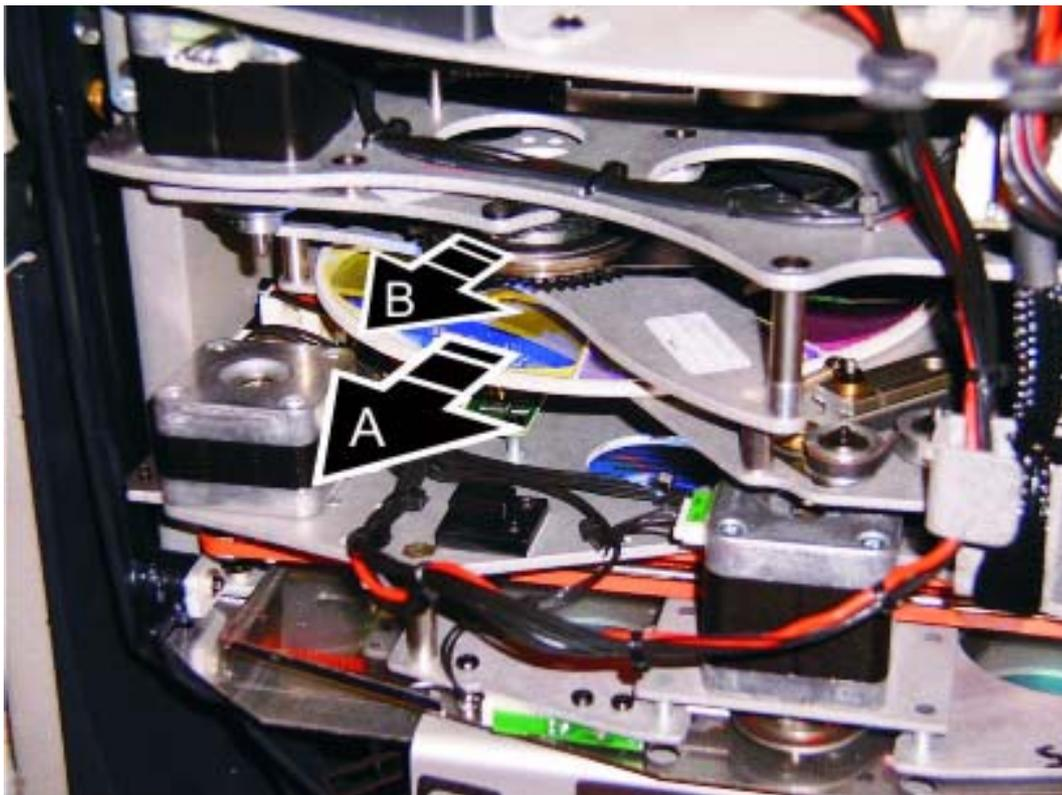

Figura 19: Sustitución de filtros de color y gobos
4. Observar **A** en la Figura 19. Rotar la rueda de color hasta que sea accesible el filtro de color que se desee sustituir. Tirar suavemente del filtro para soltarlo y sujetarlo de los extremos para extraerlo. Si sus dedos son demasiado grandes, proteger el cristal con un trozo de papel doblado varias veces y utilizar unos alicates para extraerlo.
- Observar **B** en la Figura 19 y la Figura 21 de la página 33. Rotar la rueda a la que queremos acceder hasta que sea accesible el gobo que se desea sustituir.